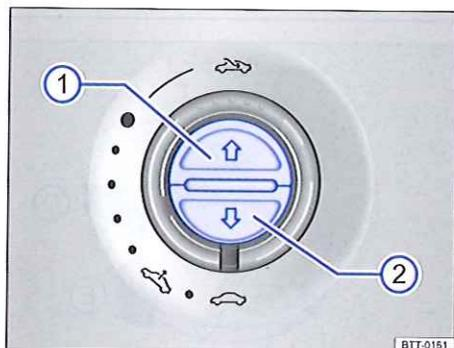

Fig. 40 Dans le ciel de pavillon : touches du store pare-soleil.
Ouverture complète (fonctionnement automatique) :	Appuyez brièvement sur la touche ⇒ fig. 40 ①.
- *Store pare-soleil* : en l'espace d'env. 5 secondes après le déclenchement du dispositif antipincement, appuyez sur la touche → fig. 40 Ⓒ jusqu'à ce que le store pare-soleil soit entièrement fermé.